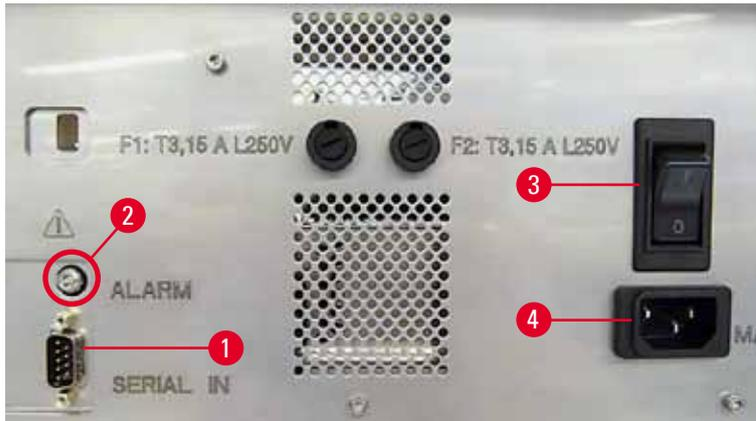

Fig. 27
① Les connexions électriques sont situées sur le panneau arrière de l'appareil (→ "Fig. 27").